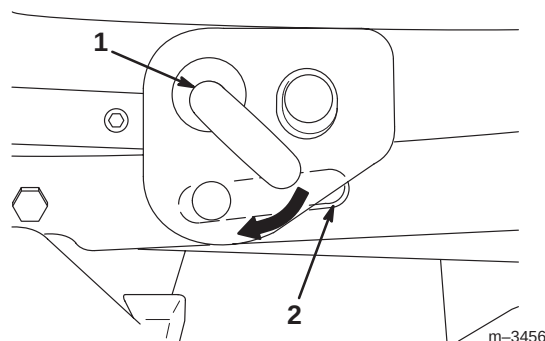

Figure 7
6. Abaissez complètement le bras de commande d'accessoire et réglez la position du plateau de coupe jusqu'à ce que vous puissiez sortir la goupille en J du bras de commande et l'introduire dans la fente du support de fixation du plateau de coupe (Fig. 7).